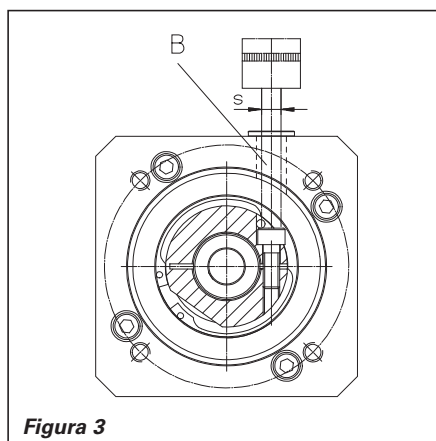

Figura 3
- Apertar o parafuso de aperto (3.30.160), em caso de montagem com eixo adaptador, também o parafuso de aperto (3.40.080), no anel de aperto. Para isso, passar a extensão da chave dinamométrica pelo orifício de montagem (B) (figura 3). Ver torque de aperto M_A no quadro.